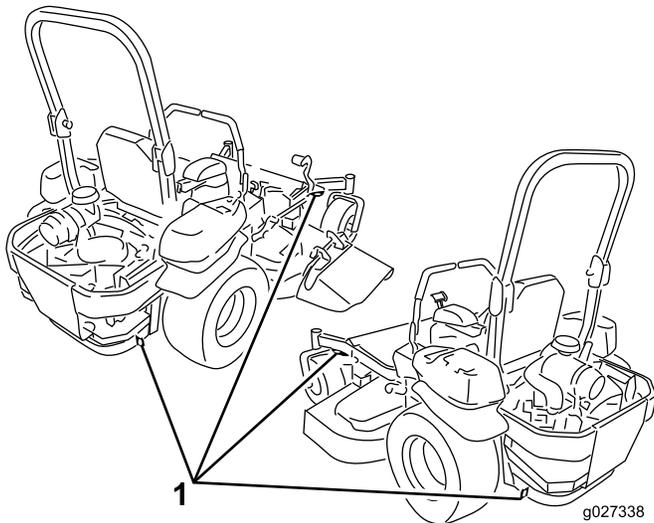

Figura 38
5. Utilize os aros de fixação metálicos na máquina para prender firmemente a máquina ao atrelado ou veículo com cintas, correntes, cabo, ou cordas (Figura 38).